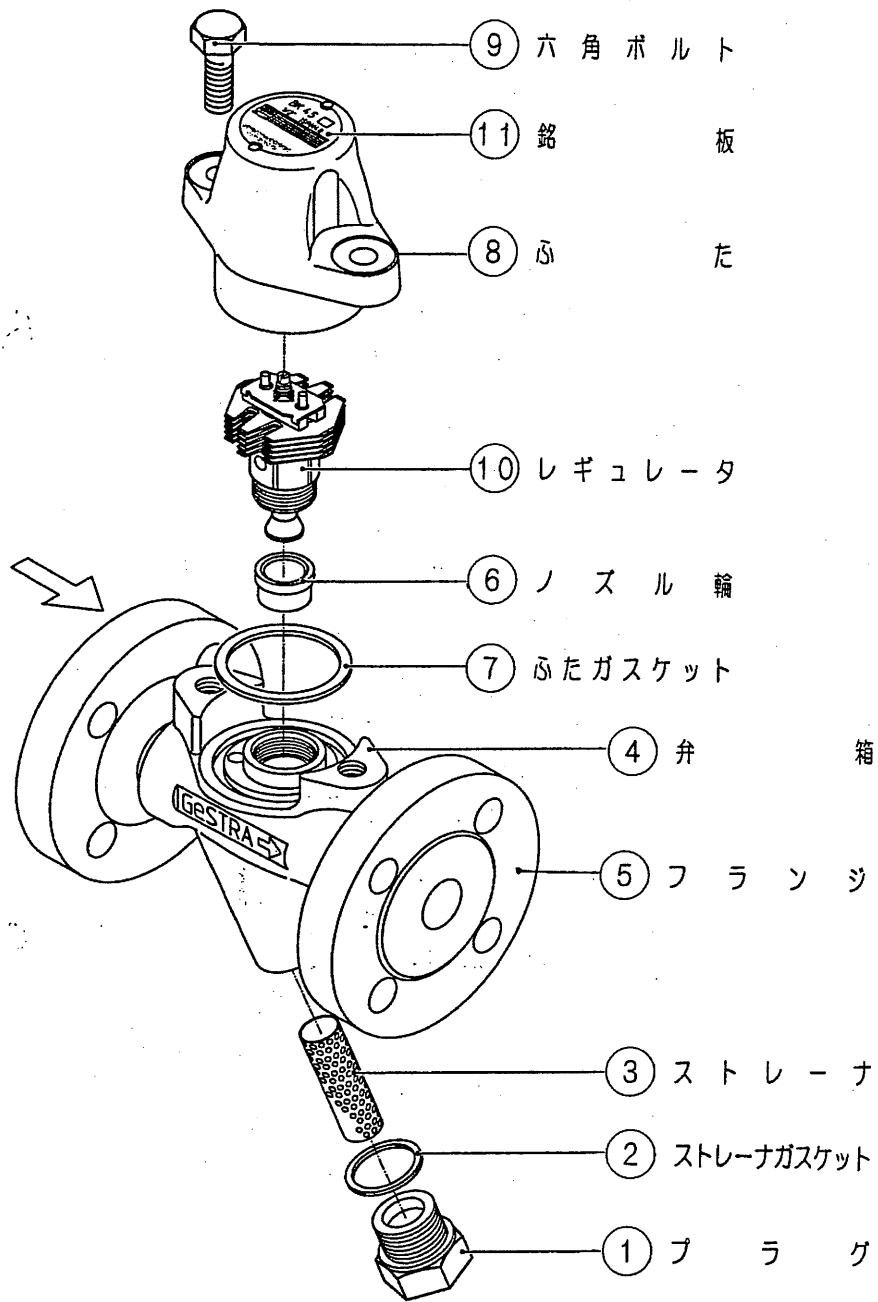

図2 分解・組立図
- 4.2 トラップが常温になったことを確認後、(1) プラグを軽く緩め、内部のドレンを逃がしてから、(8) ふた及び(1) プラグを取り外します。(図2参照)